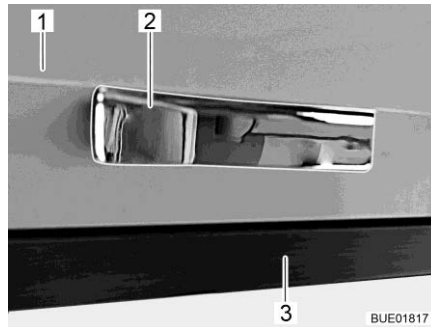

Fig. 73 Sportello del mobile con cricchetto
- Aprire lo sportello del mobile (Fig. 73,1) spingendolo con la maniglia (Fig. 73,2) contro il corpo del mobile (Fig. 73,3). Lo sportello del mobile è sbloccato.